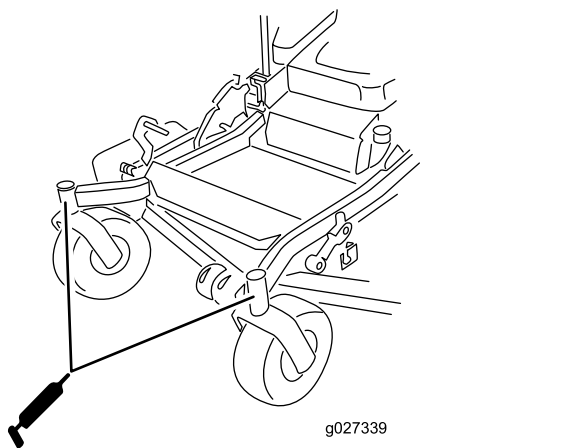

Figure 54
13. Remettez le bouchon hexagonal et le protège-moyeu en place (Figure 54).